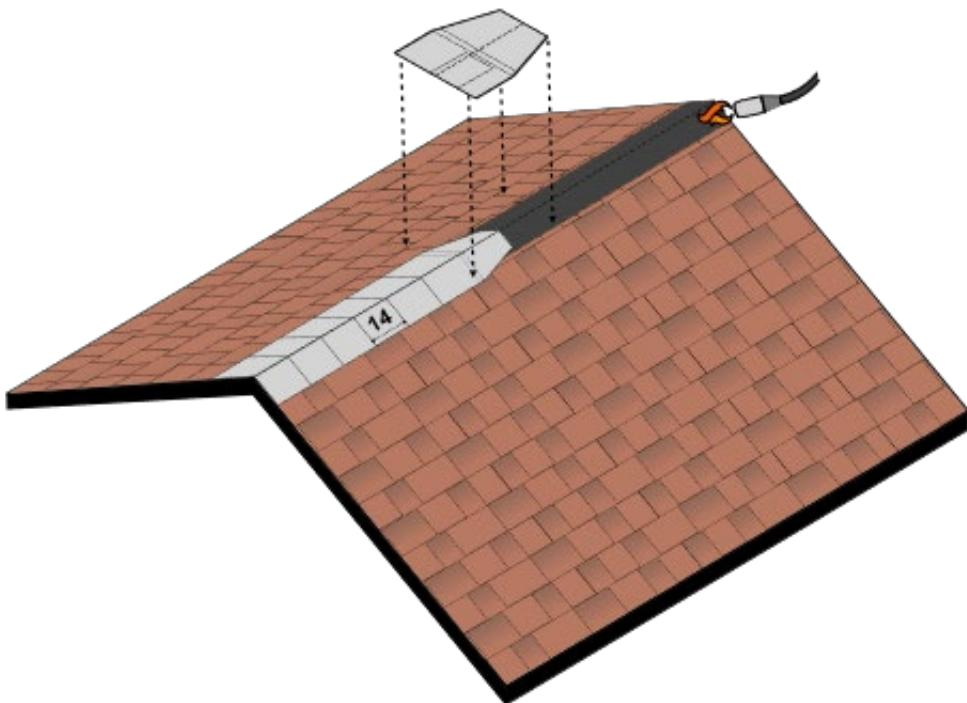

Fig. 20 - Installazione elementi colmo a fiamma
- Applicare sul colmo una fascia di membrana bituminosa Safety EPP a fiamma - Fig. 20.
- Procedere con la posa degli altri elementi colmo in sequenza, lasciando una parte esposta di 14 cm tra un elemento e quello successivo, vedi Fig. 20.